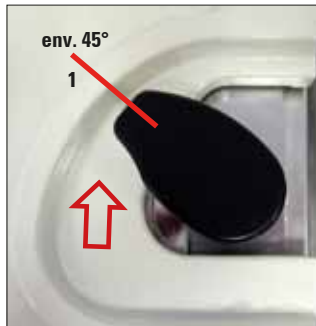

Fig. 72
- Tourner le levier de verrouillage de la chambre dans le sens des aiguilles d'une montre à env. 45° jusqu'à la butée (fig. 72, pos. 1), puis le lâcher.